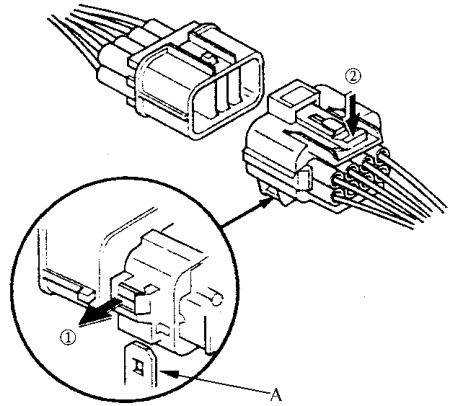

图 1-22 拉式锁件
4) 某些插接器的侧面带有一个夹子，如图 1-22 所示，用于将插接器固定到位于车身或另一部件上的固定座 A 上；此夹子采用拉式锁件。